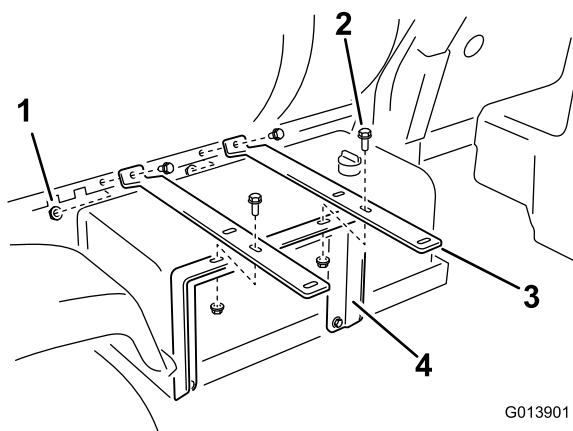

图9
2. 如图9所示, 用 2 个凸缘头螺栓 (3/8 x 1 英寸) 和 2 个凸缘螺母 (3/8 英寸) 将 2 根软管卷箍带的两端安装在药缸鞍座的孔中。